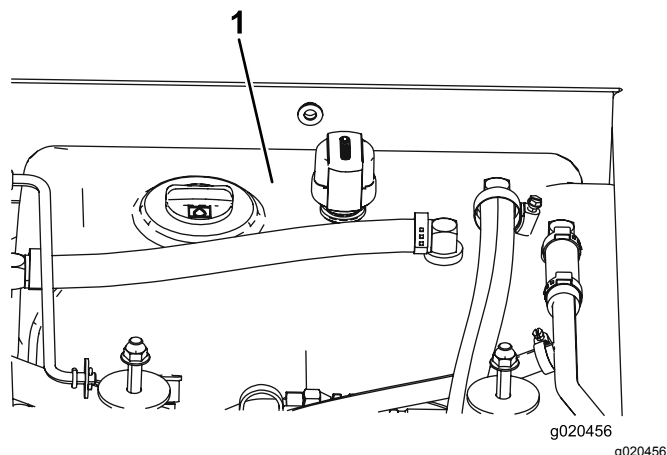

Bild 105
4. Füllen Sie den Hydraulikbehälter (Bild 105) mit Hydrauliköl, siehe Prüfen des Hydrauliköls (Seite 75).